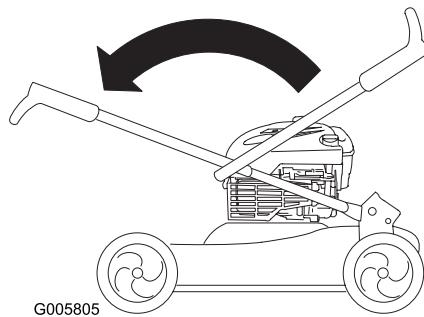

Figure 3
1. Dépliez la moitié supérieure du guidon vers l'avant jusqu'à ce que les deux moitiés soient dans le prolongement l'une de l'autre et s'emboîtent ensemble correctement (Figure 3).